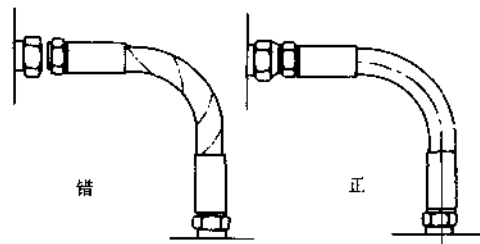

图 30.1-7 软管连接不能扭曲
• 安装软管不能扭曲连接，如图 30.1-7 所示。因在高压作用下有扭直趋势，会使接头螺母旋松，严重时软管会在应变点破裂。